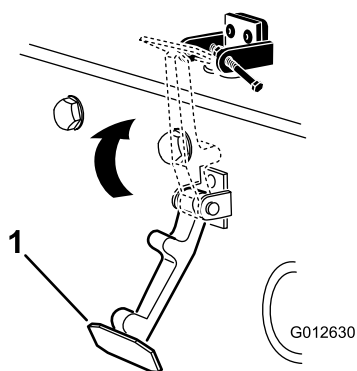

Figura 6
6. Prenda o trinco no suporte do trinco do capot (Figura 6).